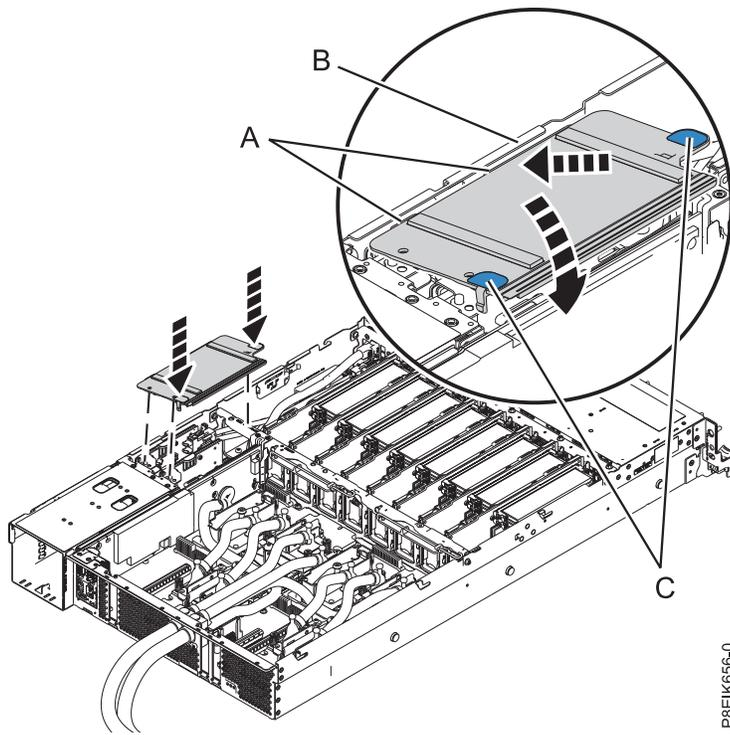

図 153. 電源ライザー・エア・バッフルの取り付け
22. 電源ライザー・エア・バッフルを取り付けます。バッフル内の穴がシステム上のピンの位置と合っていることを確認します。青色のタブ (C) を使用して、バッフルの端 (A) をシステムの側面 (B) に挿入します。次に、バッフルを下に倒して所定の位置に固定します。図 153を参照してください。